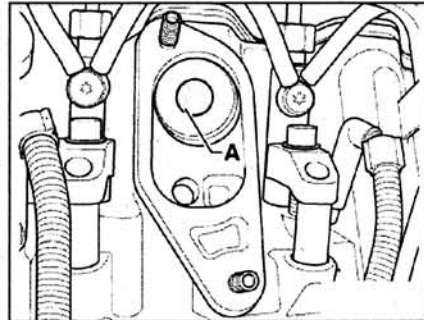

Рис. 7.34. Вращайте толкатель А до тех пор, пока он не установится в головке блока цилиндров.
3. Установка проводится в порядке, обратном снятию. Если необходимо, вращайте толкатель А до тех пор, пока он не установится в головке блока цилиндров (рис. 7.34).